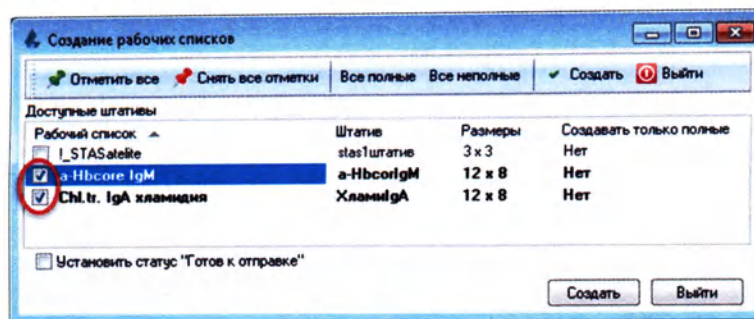

Рисунок 6.4
4. В открывшемся окне выберите один или несколько рабочих списков, как показано на рисунке ниже (Рисунок 6.4).